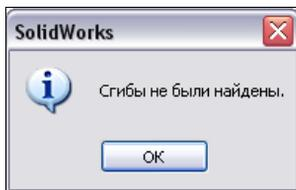

Рис. 4.9
7. После того как заданы настройки сгиба, допуск сгиба и способ снятия напряжений, необходимо нажать кнопку **ОК** . На экране появится окно с сообщением, что сгибы не были найдены (рис. 4.9), на него нужно ответить **ОК**.